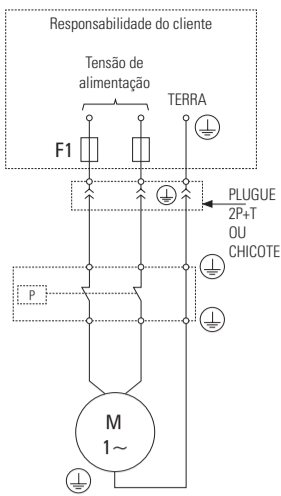

FIGURA 8.6 - ESQUEMA DE CONEXÃO ELÉTRICA
- Garantia do motor elétrico: A garantia do motor elétrico somente será concedida, se forem seguidas as orientações de instalação de acordo com o diagrama (Figura 8.6).